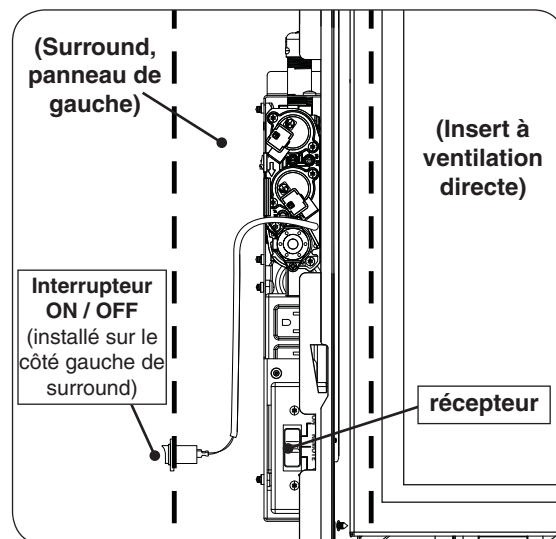
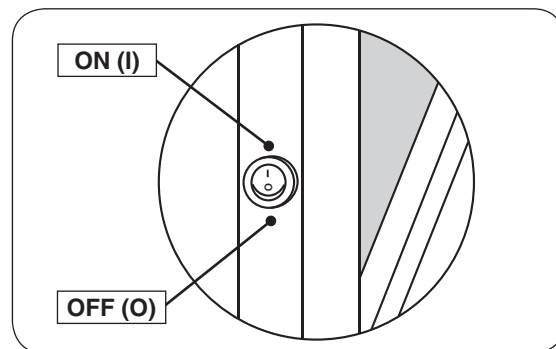

Fig. 44-1 Boîtier de commande (côté gauche, derrière surround)
Fig. 44-3 ON/OFF commutateur de détail
1. Le boîtier de commande est sur le côté gauche de l'appareil. Placez le récepteur sur le boîtier de commande (voir Fig. 44-1). Faites glisser le commutateur à 3 positions sur le récepteur à la position **ON** (voir Fig. 44-2).
2. Localisez le commutateur ON/OFF sur le côté gauche du cadre (voir Fig. 44-1). Le mettre en position **ON (I)** (voir Fig. 44-3). La séquence d'allumage commencera.